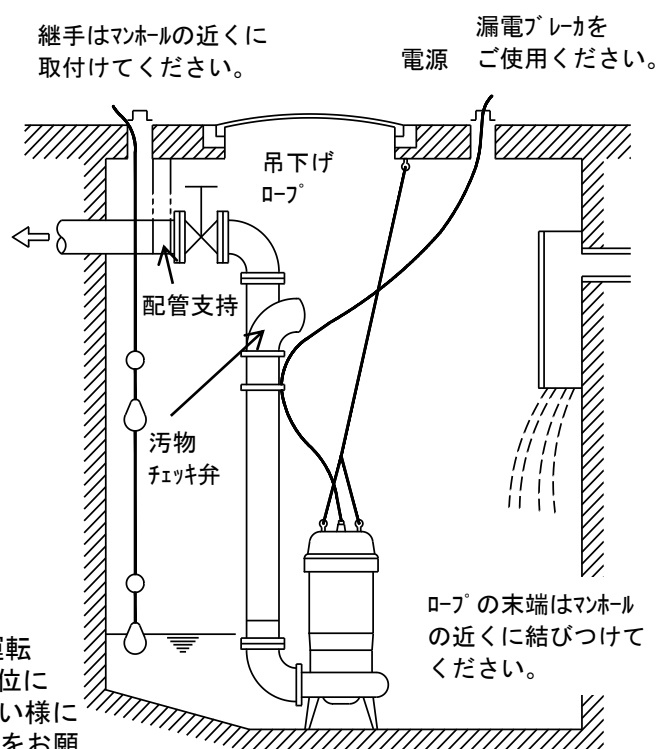
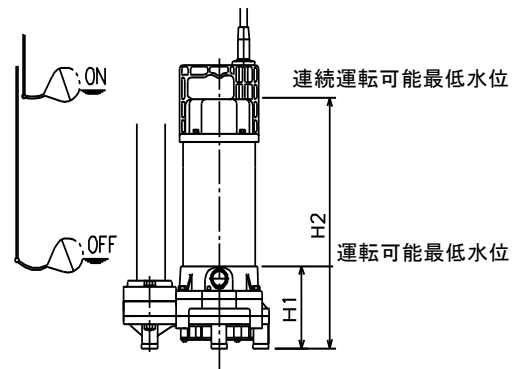

図2
図 3
- (4) 槽内の流れがある場合には適当な配管を支持してください。（以上図2参照）
- (5) 配管は途中空気だまりのできないようにしてください。
- (6) 配管末端は水中に入れないでください。ポンプを停止した時逆流します。
- (7) 配管にはポンプ1台毎に汚物チェック弁を取り付けてください。
- (8) 非自動形ポンプ(DWS型)はフロートによる自動運転装置が内蔵されていないので、ポンプ運転水位には充分注意してください。ポンプの空運転がない様に図3の如く、必ず自動運転装置を設け水位設定をお願いします。運転可能最低水位での連続運転は10分以内にしてください。これ以上長く運転しますと、電動機内蔵のオートカットが作動しポンプが停止します。